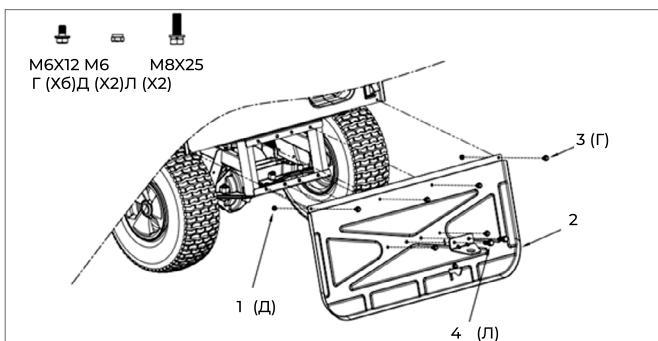

Рис. 7
- Сборка заднего кожуха (рис.7)